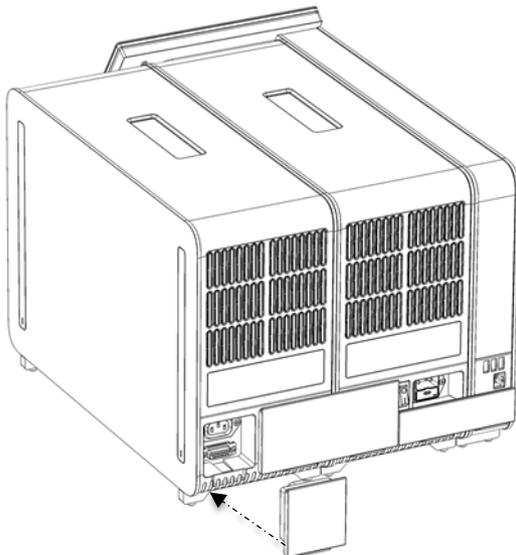

Abbildung 19. Verbinden des Abschlussstücks.
7. Schließen Sie das Abschlussstück an der Rückseite des Analysemoduls an (Abbildung 19).